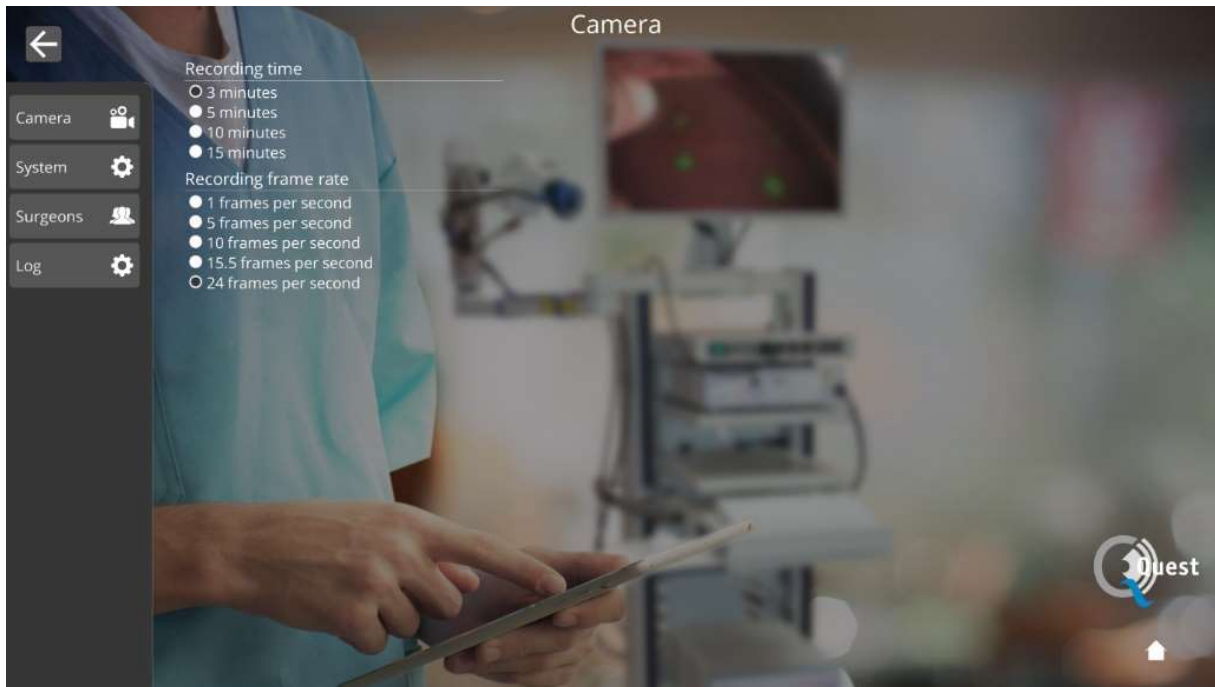

Figure 15 Paramètres du service technique
- Accéder aux paramètres du personnel technique (voir les figures 15 et 16 et plus d'explications ci-dessous)